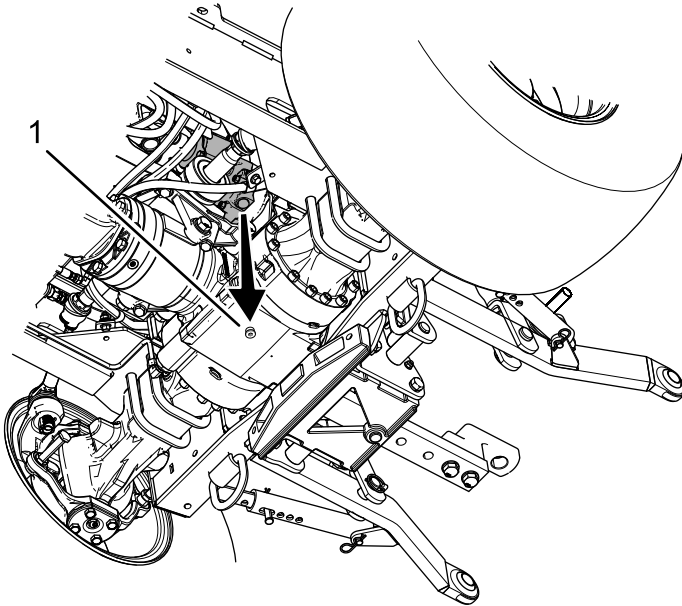

Рисунок 106
3. Снимите пробку сливного отверстия (Рисунок 106).